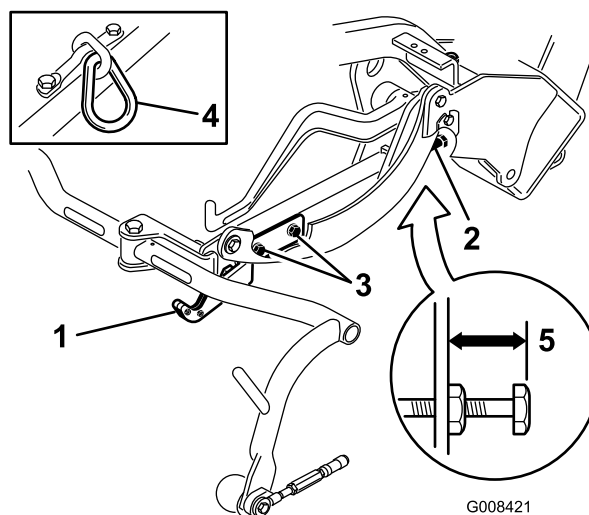
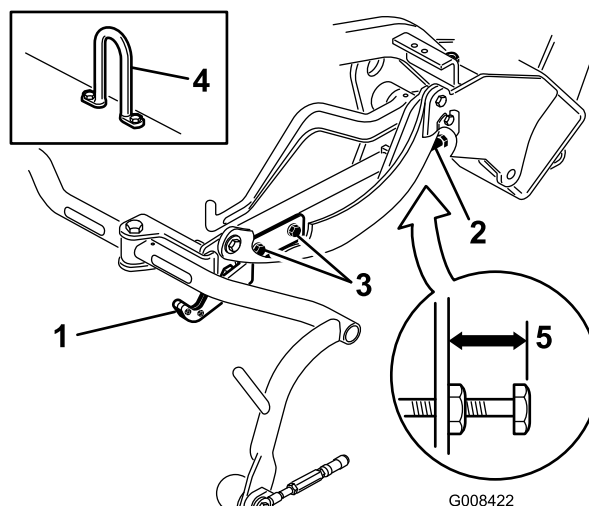
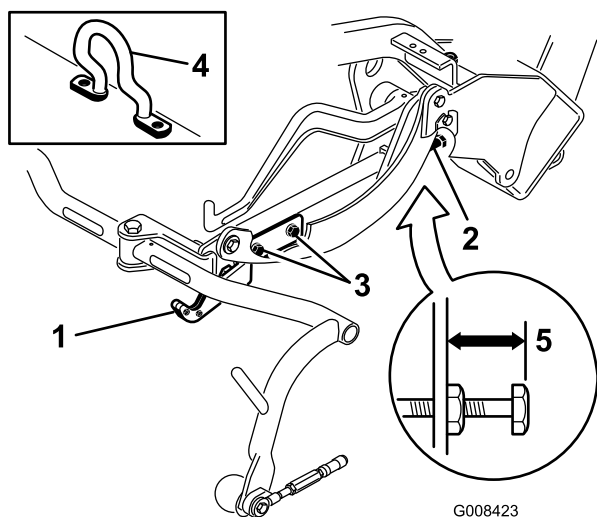

Figure 13
Figure 14
Figure 15
Vérifiez la hauteur de transport (Figure 13 et Figure 14) et ajustez-la au besoin.
2. Sur les plateaux de coupe équipés d'un maillon de chaîne ou d'un crochet de levage droit (Figure 13 et Figure 14, détails), vérifiez qu'un espace de 22 mm existe entre le haut de la vis de réglage du bâti porteur et l'arrière du bâti porteur. Si l'espace n'est pas correct, passez à l'étape 4. Si le plateau de coupe est équipé d'un crochet de levage décentré (Figure 15), passez à l'étape suivante.
3. Sur les plateaux de coupe équipés d'un crochet de levage décentré (Figure 15, détails), vérifiez qu'un espace de 25 mm existe entre le haut de la vis de réglage du bâti porteur et l'arrière du bâti porteur. Si l'espace n'est pas correct, passez à l'étape 4.
- Desserrez les vis de la plaque de transport (Figure 13, Figure 14 et Figure 15).
- Si les bâtis porteurs ne sont pas tous à la même hauteur, desserrez l'écrou de blocage de la vis de réglage de chaque bâti (Figure 13, Figure 14 et Figure 15). Tournez la vis vers l'extérieur pour élever le bâti ou vers l'intérieur pour l'abaisser. Serrez l'écrou de blocage une fois la hauteur correcte obtenue.